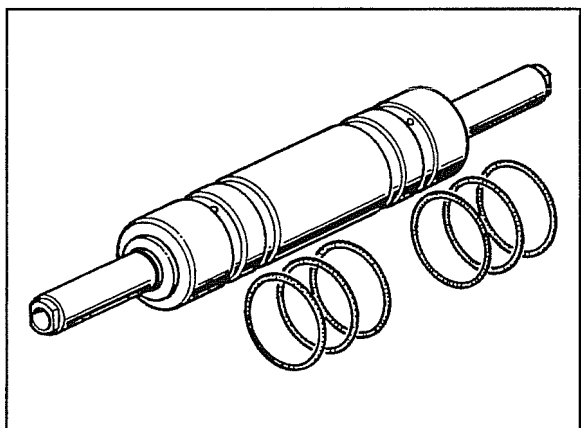

Fig. 80
16. La fig. 80 mostra il cilindro con i relativi anelli OR di tenuta i quali dovranno essere sostituiti.